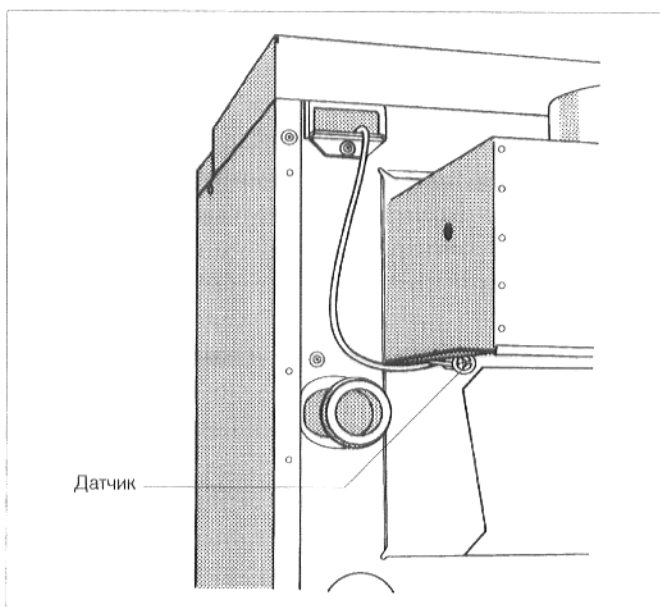

Рис. 17. Датчик температуры контроля отходящих газов
- Отвинтить датчик температуры отходящих газов (рис. 17) от предохранителя котла.